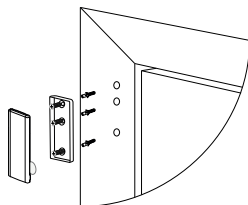

Figure 5: Pose de la vis de l'appareil
2. Vissez le socle de l'appareil sur le dormant. Voir la Figure 5.